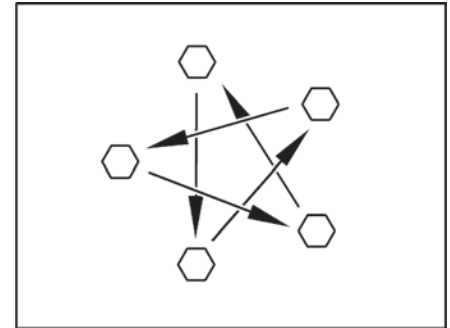

Fig. 115 Apretar las tuercas de rueda o los tornillos de rueda en forma de cruz
- Revisar las tuercas de rueda o los pernos de rueda de manera regular para ver si están apretados. Reajustar en forma de cruz las tuercas o tornillos después de cambiar una rueda, al cabo de 50 km (Fig. 115).
- ▶ Apretar las tuercas de rueda o los tornillos de rueda en forma de cruz (Fig. 115).